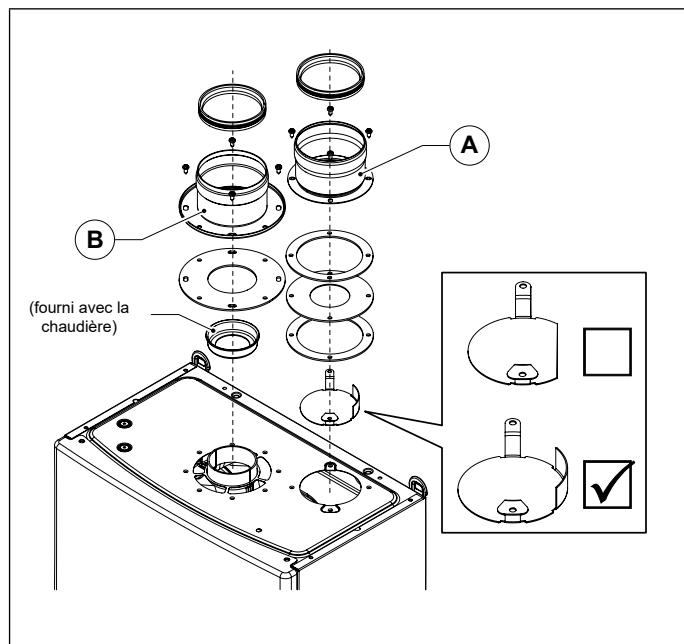

Fig. 16 OSDOPIA13
- Installer le déflecteur d'air spécifique. (voir Fig. 16 OSDOPPIA13).
Utilisation des diaphragmes fournis en dotation à la chaudière (voir Fig. 16 OSDOPPIA13).